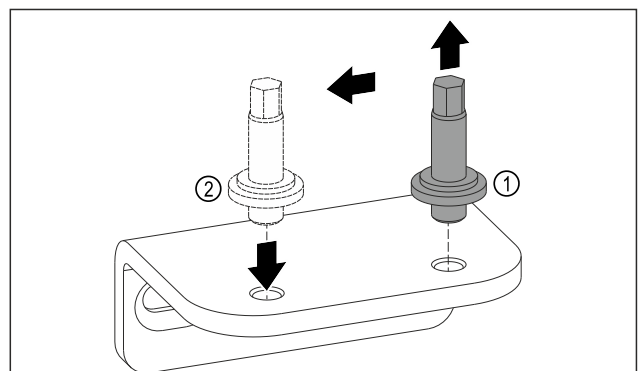

Fig. 11
- Lironi bulonat e bazamentit mbështetës të poshtëm me çelësin e jashtëm kriket SW5. Fig. 11 (1)
- Vendosni bulonat në anën e kundërt. *Fig. 11 (2)*